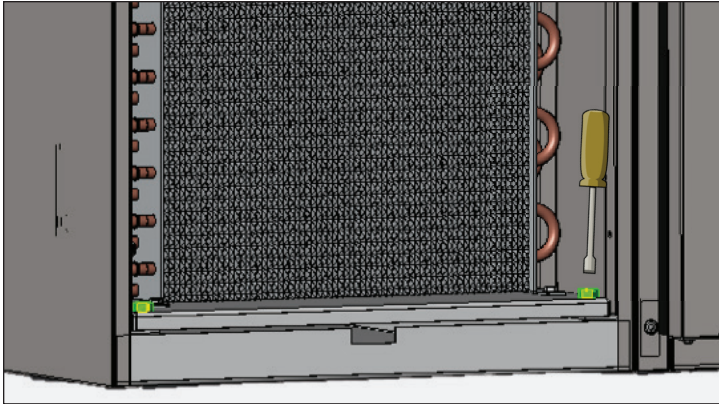

Abb. 5 Die Schrauben aus der unteren Platte des Verflüssigers entfernen
6. Die Schrauben des Verflüssigersockels entfernen. Siehe Abb. 5.